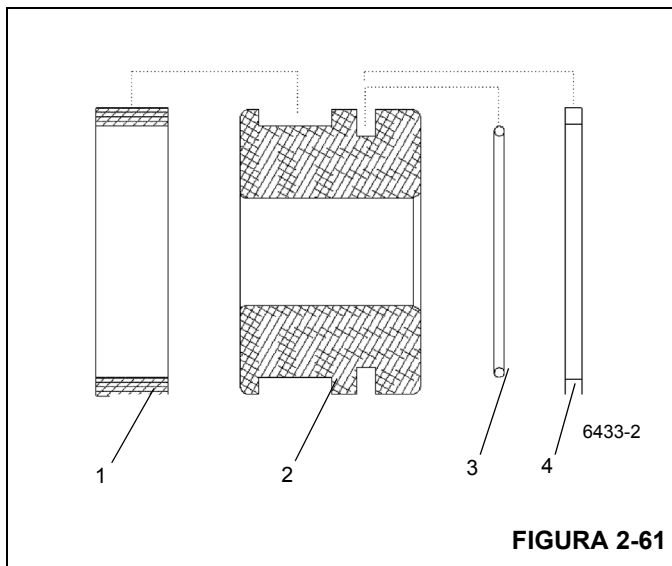

FIGURA 2-61
2. Instale los sellos de émbolo (vea la Figura 2-61) de la manera siguiente: